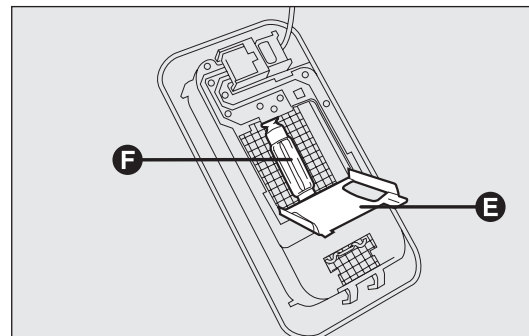

рис. 178
- откройте защитную крышку E – рис. 178;